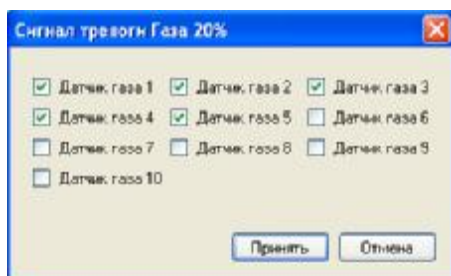

Рисунок 16. Окно «Сигнал тревоги газа 20%»
**Кнопка «Сигнал тревоги газа 20%».** Эта кнопка выводит на экран компьютера окно «Сигнал тревоги газа 20%» (смотри рисунок 16). Сигнал тревоги газа 20% формируется в том случае, если на одном из установленных в системе датчиков концентрация газа станет выше порога 20% (конкретное значение этого порога у каждого датчика настраивается конкретно). С помощью галочек можно указать, сигналы каких датчиков должны учитываться для формирования сигнала тревоги. Для принятия выбора необходимо нажать кнопку «Принять».